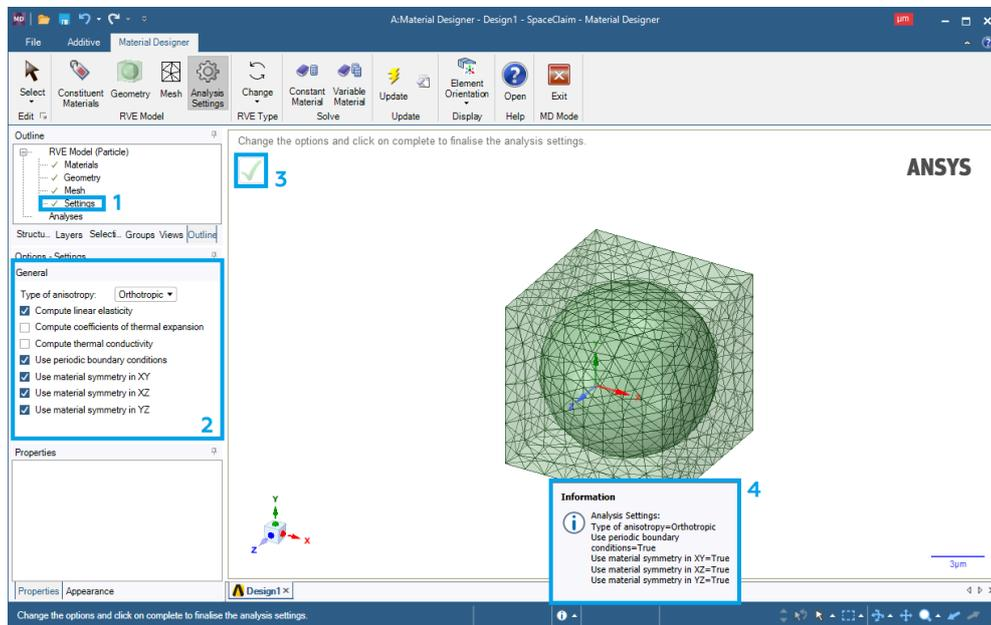

Рис. 11. Выбор характеристик частицы
8. Нажимаем ЛКМ на **Settings** (1). На панели слева (2) можно выставить интересные настройки анализа объемного элемента (рис. 11), но в нашем случае они остаются без изменения. Нажимаем галочку (3) и видим системное окно, предупреждающее о результатах проведенного анализа (4).